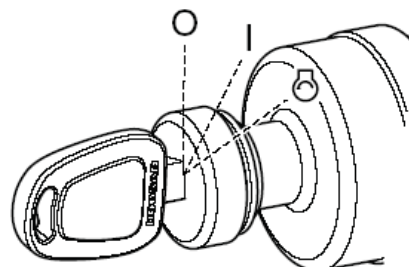

Рис. 151
11. Выключить двигатель поворотом ключа стартера в положение "O" (OFF) (рис. 151).